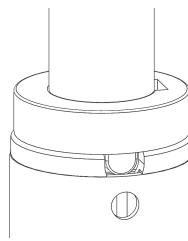

Figura 23 – Bloquear o suporte de soros
2. Rode e bloquee o suporte de soros na manga para acessórios (Figura 23).